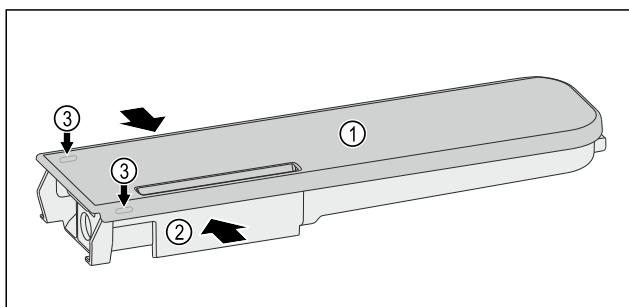

Fig. 134
- Wasserbehälter Fig. 134 (2) zusammendrücken und Deckel Fig. 134 (1) vorsichtig über die Rastnasen Fig. 134 (3) hebeln und hochziehen.
- Deckel Fig. 134 (1) leicht hin- und herbewegen und nach oben entnehmen.